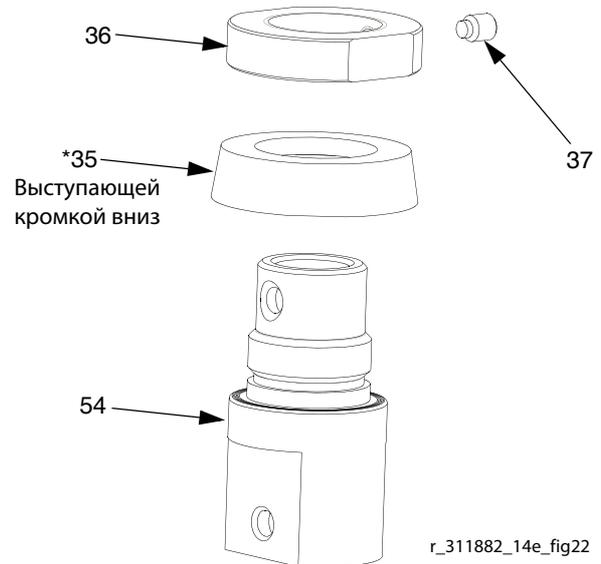

Рис. 22
10. Ослабьте стопорный винт (37) на хомте (36). Снимите хомут с корпуса поршня (54). Снимите уплотнение П-образного сечения (35*). Осмотрите все детали на наличие повреждений. См. Рис. 22.